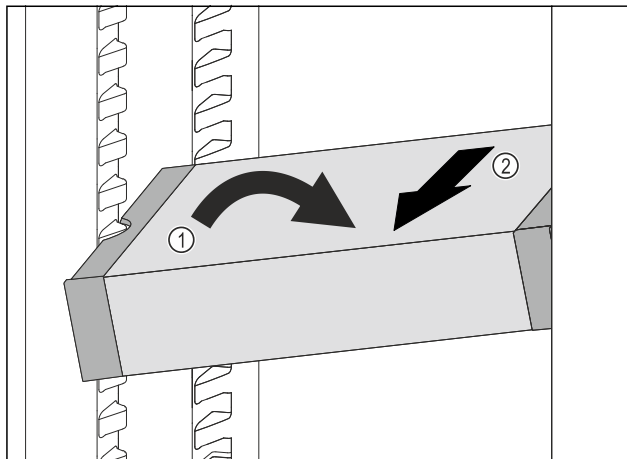

Fig. 94
- ▶ Poziționați oblic VarioSafe în frigider. Fig. 94 (1)
- ▶ Extrageți VarioSafe spre înainte. Fig. 94 (2)